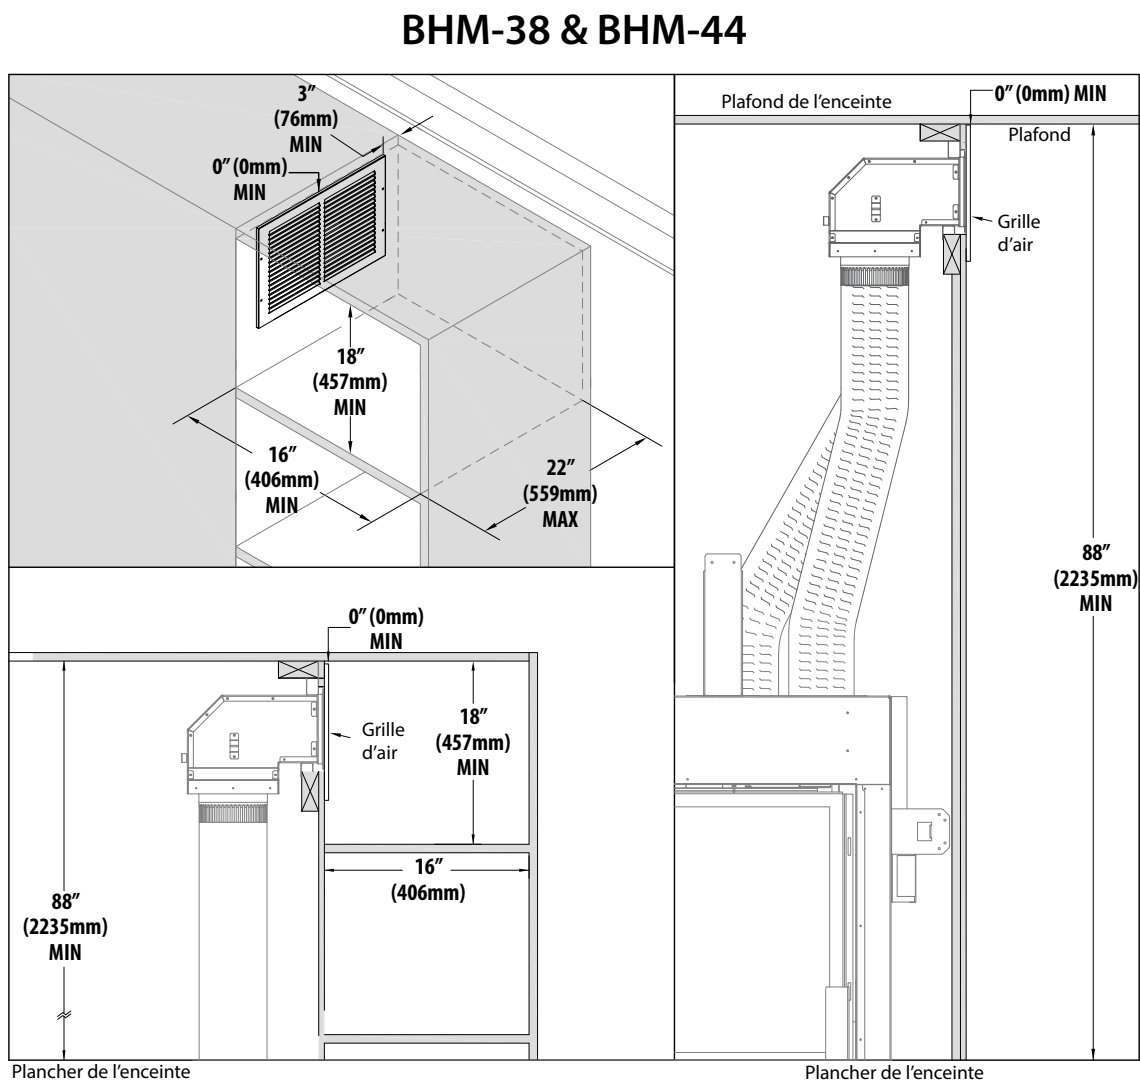

FIGURE 2.12 BHM-38 & BHM-44 Requis d'une tablette d'étagère
- La FIGURE 2.11 et FIGURE 2.12 montre les dimensions requises, lorsque l'ouverture de sortie d'air est adjacente à une étagère murale ou une tablette encastrée.